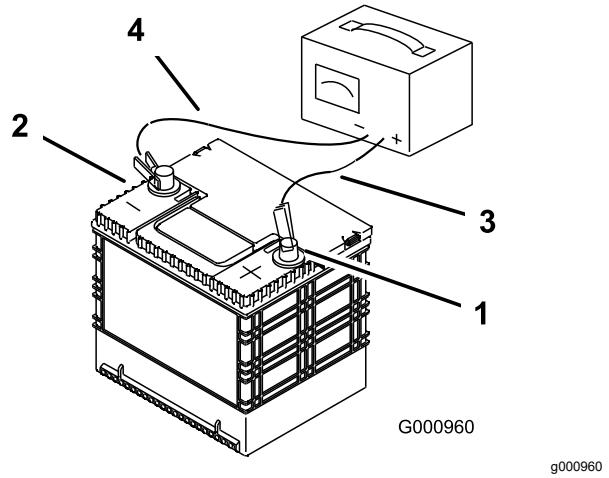

Figura 62
3. Cuando la batería esté completamente cargada, desconecte el cargador de la toma de electricidad, luego desconecte los cables del cargador de los bornes de la batería (Figura 62).